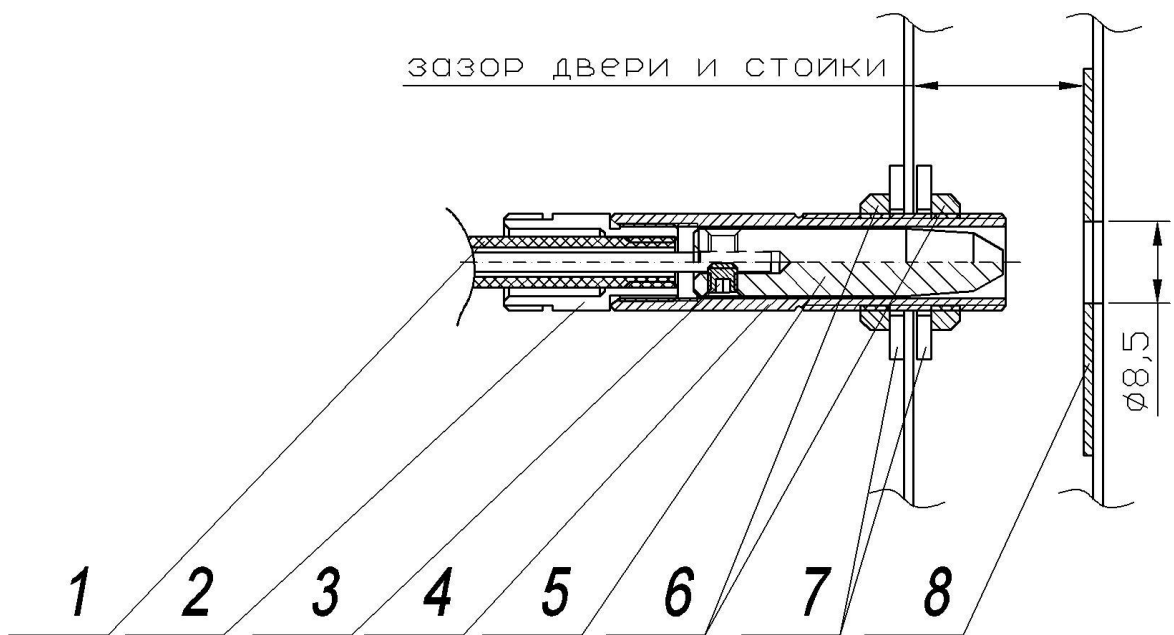

рис.1
4. Собрать замковый механизм согласно рис.1 при необходимости уменьшив зазор между торцом двери и стойкой.